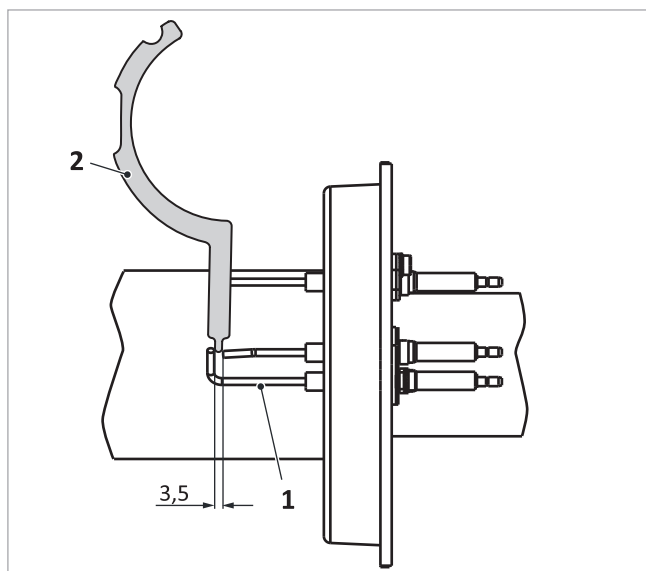

Fig. 111 : écart entre l'électrode et la masse sur l'électrode d'allumage
1. Contrôler les écarts entre les électrodes d'ionisation au moyen d'un outil de réglage des électrodes → Fig. 111 (2) (corrigez-les en pliant prudemment les électrodes le cas échéant).
- Entre les électrodes → Fig. 111 (1) : 3,5 mm